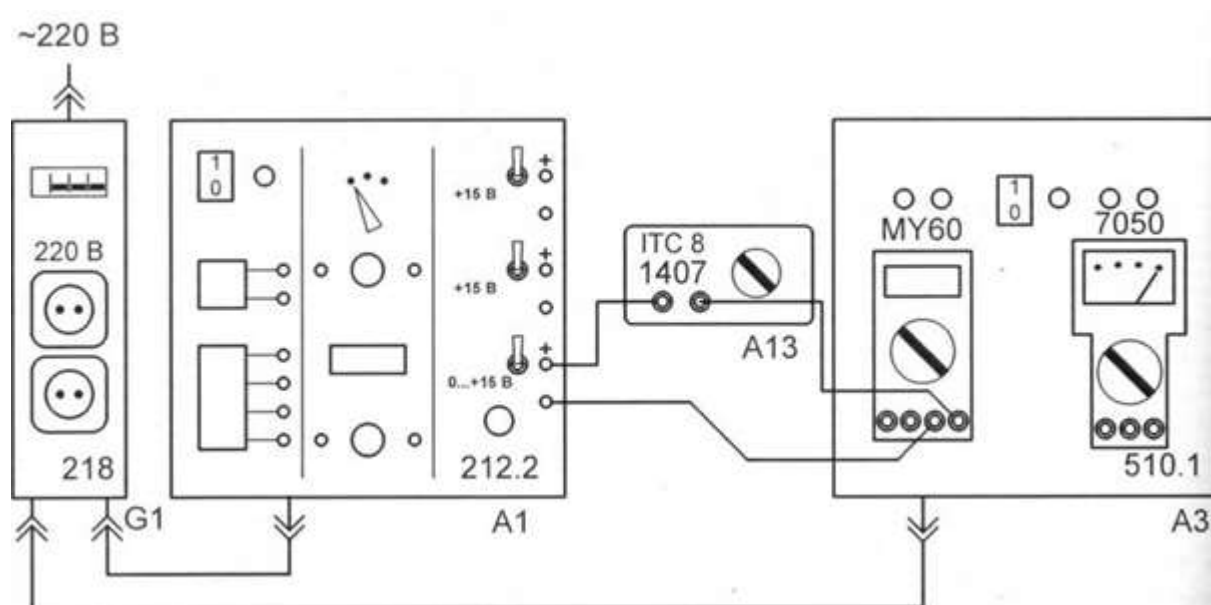

Рис. 5. Схема электрическая соединения для определения методической погрешности измерения напряжения
В данной работе эквивалентный генератор, замещающий реальную цепь, образован последовательным соединением регулируемого источника постоянного напряжения (блок А1) и магазина сопротивлений А13 или переменного резистора из блока А7. Схемы электрические соединений экспериментов по выявлению методической погрешности приведены на рис. 5 – для вольтметра и рис. 5 – для амперметра.
Для выявления методической погрешности в схеме рис. 5 вольтметром измеряется напряжение как непосредственно на выходе блока генератора А1 (переключателем блока А13 установлено минимальное сопротивление 0,5 Ом), так и напряжение на выходе цепи, моделирующей эквивалентный генератор (сопротивление А13 увеличивается ступенями до 10 МОм). При увеличении сопротивления блока А13 напряжение на нем возрастает, а напряжение на вольтметре понижается – возникает методическая погрешность.
- Соедините аппаратуру в соответствии со схемой электрической соединений рис. 5.